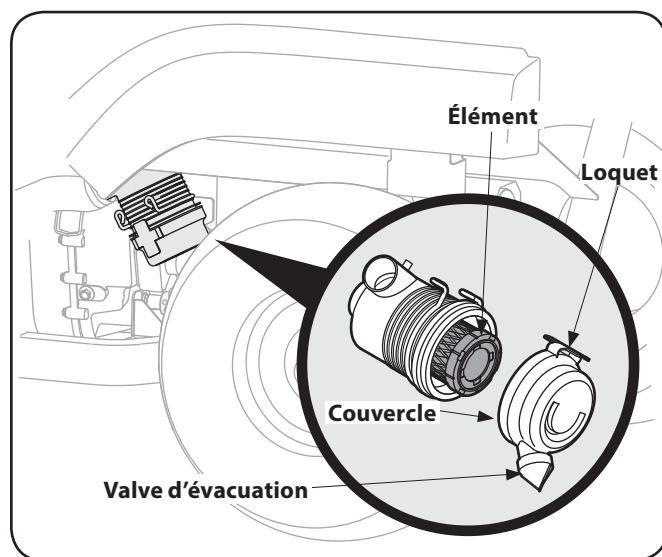

Figure 5-1
3. Soulevez le loquet et tournez-le dans le sens anti-horaire pour retirer le couvercle du filtre à air. Voir Figure 5-1.
IMPORTANT : Lorsque vous rattachiez le couvercle, assurez-vous que la valve d'évacuation de poussières est dirigée vers le sol. Voir Figure 5-1.